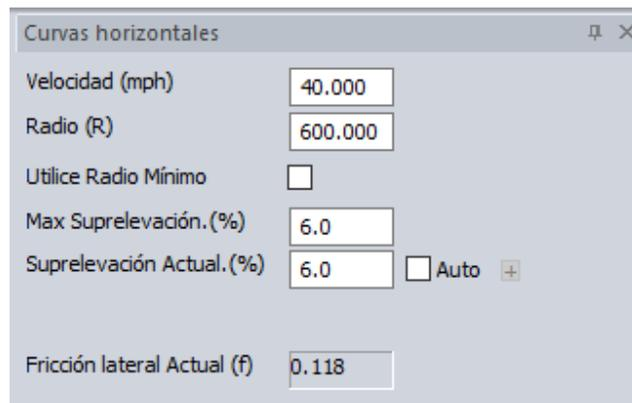

Figura 18-5: Parte Superior del Panel de Curvas Horizontales
- Desactive la opción *Utilice Radio Mínimo* y luego inhabilite *Auto* (Figura 18-5). Note que ahora es posible definir manualmente el peralte.